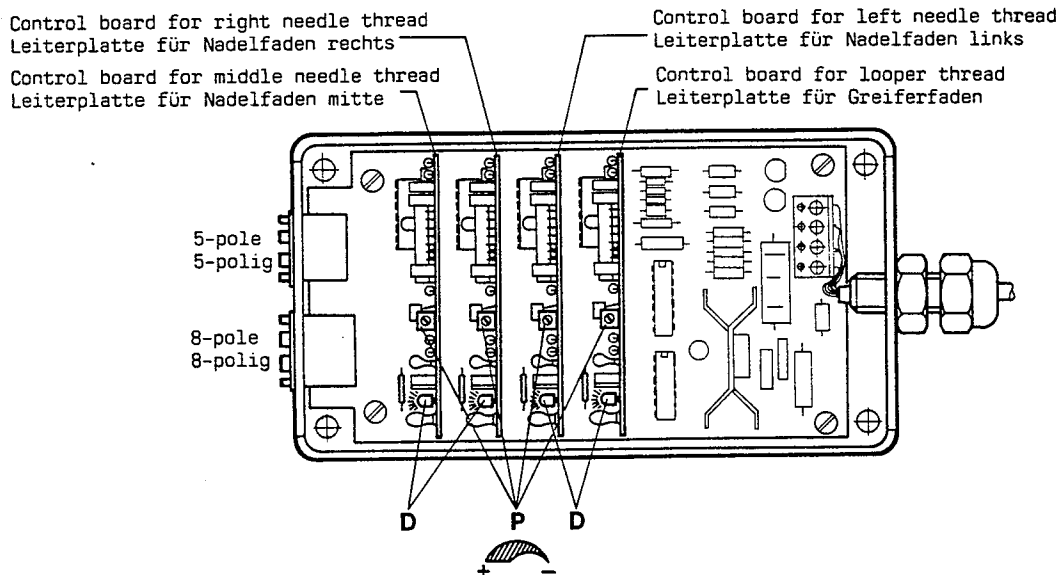

Fig.1
**Note:** Fig. 1 shows switch box No. 90235 WA-4 for one looper and three needle threads. In switch boxes Nos. 90235 WA-2 and 90235 WA-3 the control boards for the particular threads are placed likewise.
**Beachten Sie:** Fig. 1 zeigt den Schaltkasten Nr. 90235 WA-4 für einen Greifer- und drei Nadelfäden. In den Schaltkästen Nrn. 90235 WA-2 und 90235 WA-3 sind die Leiterplatten für die einzelnen Fäden in gleicher Weise angeordnet.
1.3 The sense signal for a thread is too weak, the thread is not sensed.	Open switch box. The light emitting diodes (D, Fig. 1) on the control boards must blink while sewing the first 8 stitches up to the machine stop. In case particular diodes do not blink, the associated potentiometer (P, Fig. 1) on the corresponding control board has to be turned to the left. HINT: If it is hardly possible to exactly watch the blinking of the light emitting diodes during the short sewing period (8 stitches), proceed as follows: Draw out all control boards, insert again one after the other and sew after each insertion. Stops the machine after inserting a control board, the potentiometer on this control board has to be turned to the left. When the potentiometer is already completely turned to the left (recognizable by a light click) and the machine stops, respectively the light emitting diode still does not blink, see 1.4.
1.3 Das Abfragesignal für einen Faden ist zu schwach, der Faden wird nicht erkannt.	Öffnen Sie den Schaltkasten. Während des Nähens der ersten 8 Stiche bis zum Stop der Maschine müssen die Leuchtdioden (D, Fig. 1) auf den Leiterplatten blinken. Blinken einzelne Dioden nicht, muß das zugehörige Potentiometer (P, Fig. 1) auf der entsprechenden Leiterplatte nach links gedreht werden. HINWEIS: Sollten Sie während der kurzen Nähdauer (8 Stiche) das Blinken der Leuchtdioden nicht genau beobachten können, gehen Sie wie folgt vor: Ziehen Sie alle Leiterplatten, stecken Sie eine nach der anderen wieder ein und nähen Sie nach jedem Einstecken. Stoppt die Maschine nach dem Einstecken einer Leiterplatte, muß an dieser Leiterplatte das Potentiometer nach links gedreht werden. Ist das Potentiometer schon ganz nach links gedreht (erkennbar durch leichtes Klicken) und die Maschine stoppt, bzw. die Leuchtdiode blinkt immer noch nicht, siehe 1.4.